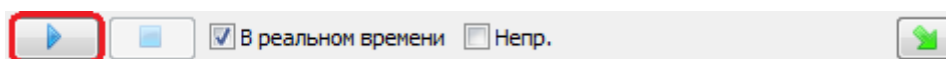

Рис. 3.15 Кнопка «Начать воспроизведение сигналов»
11. Запустить воспроизведение записи в программе «Воспроизведение сигналов», нажав на кнопку «Начать воспроизведение сигналов» (Рис. 3.15).